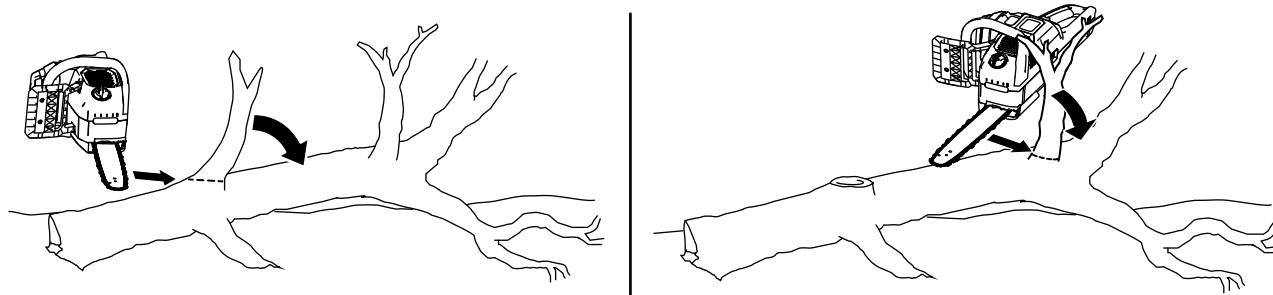

Figure 18
2. Au-dessus de la base de l'arbre, coupez les petites branches qui ne supportent pas le poids de l'arbre au-dessus du sol (Figure 18).